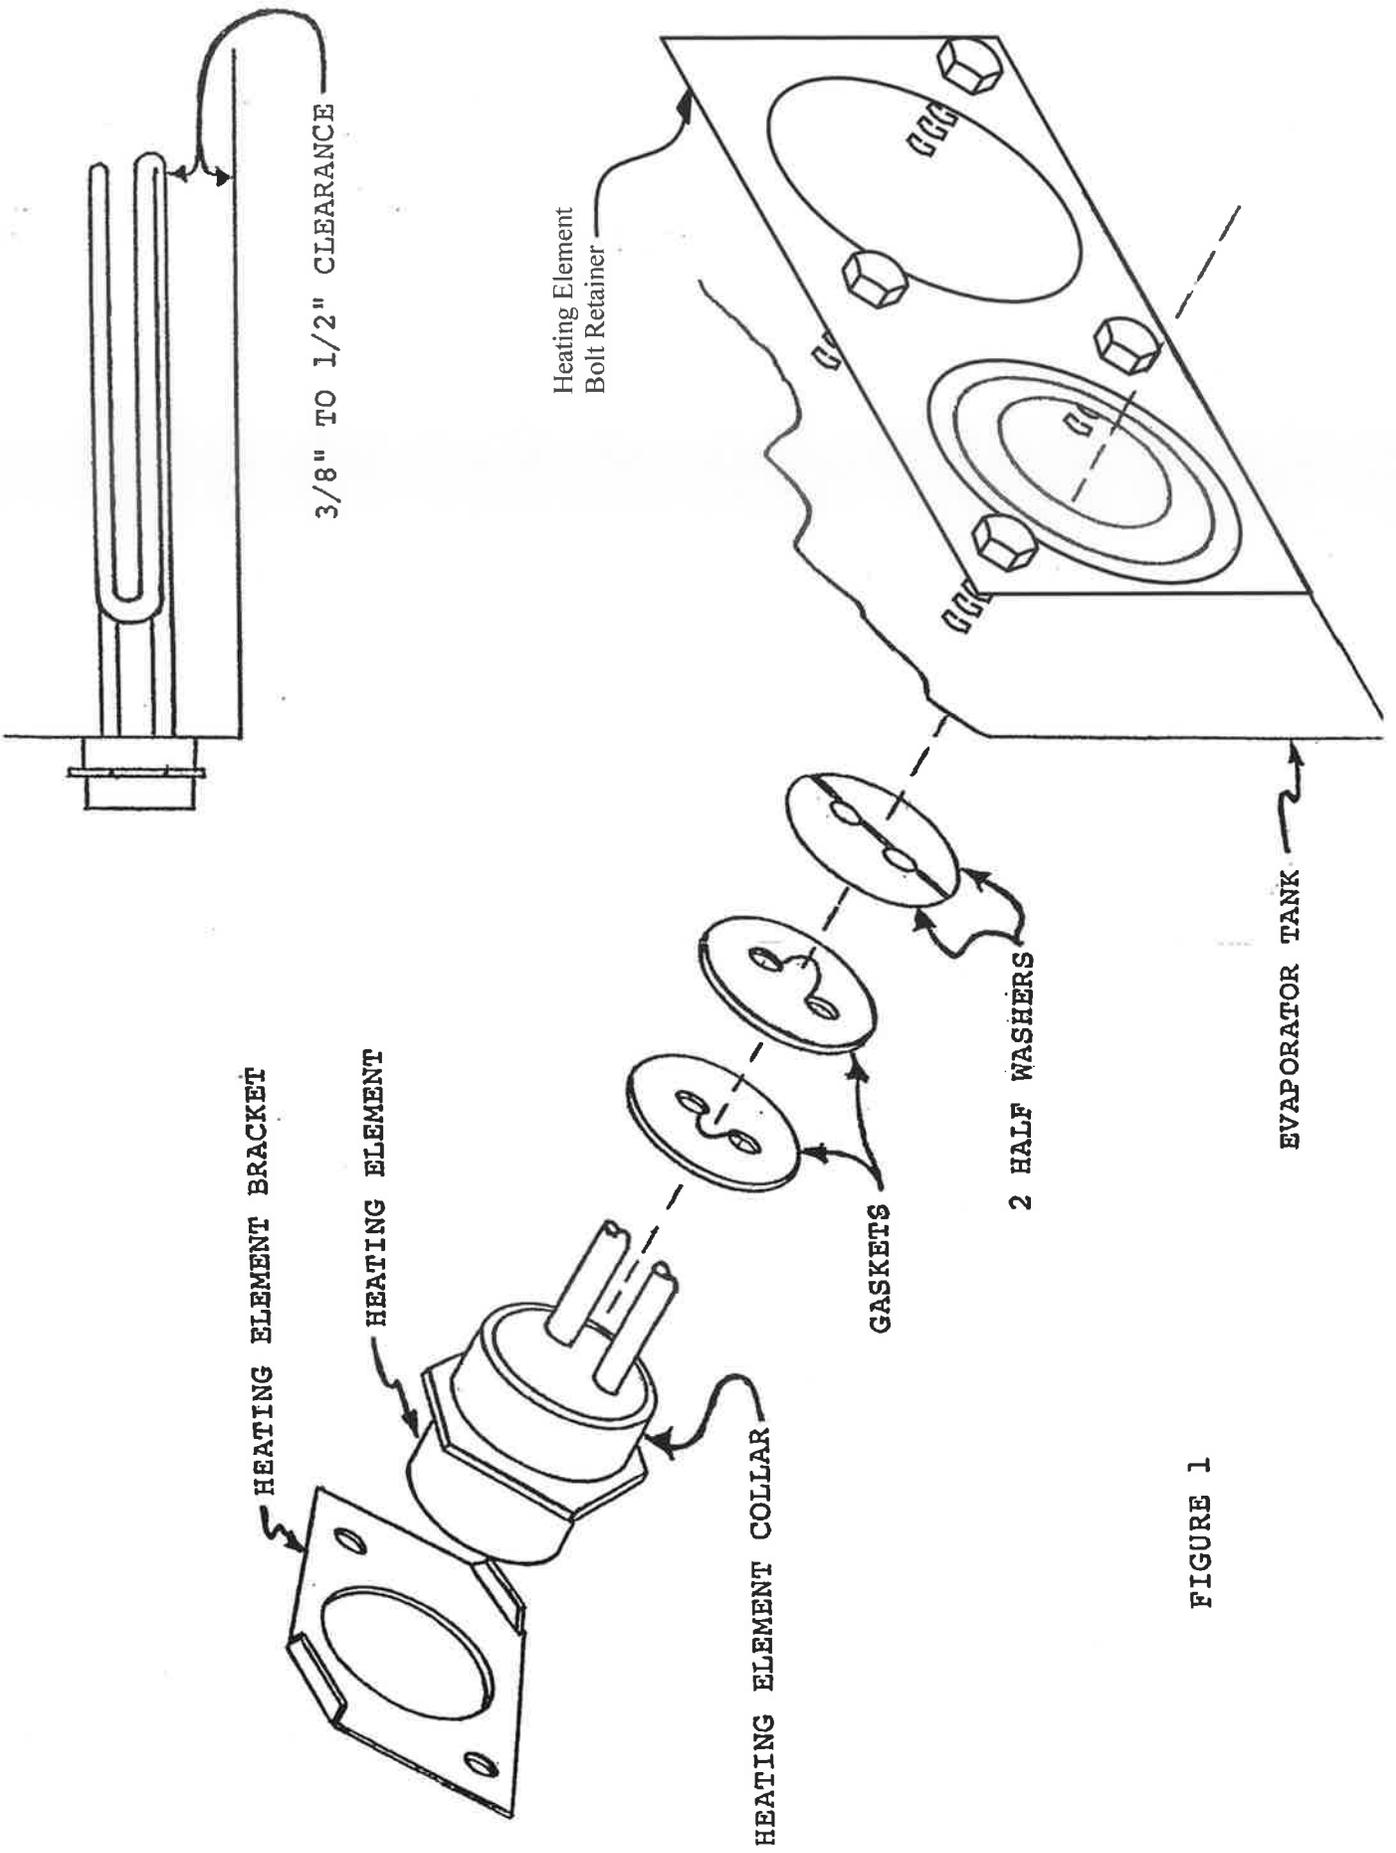

FIGURE 1
12. PLACE NEW GASKETS AND HALF WASHERS ON NEW ELEMENT AS SHOWN IN FIGURE 1. TIP MACHINE ONTO ITS BACK. HEATING ELEMENT IS PUT PARTIALLY INTO PLACE. PLACE HALF WASHERS AROUND HEATING ELEMENT POSTS, MAKING SURE THEY DON'T OVERLAP.